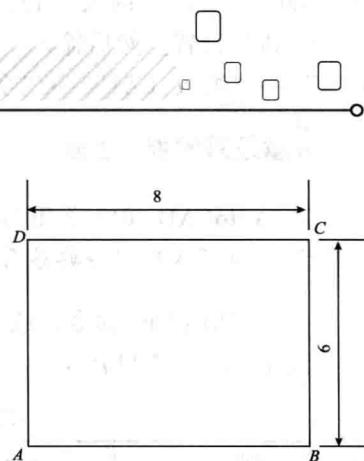

图 1-8 矩形
(1) 启动 Auto CAD 软件，设置模型空间界限为：长 12，宽 9。
(2) 用直线 (Line) 命令绘制如图 1-8 所示的图形 (不标尺寸)。
(3) 以“SX1-001.dwg”命名，存盘。
(4) 用“实时缩放”和“平移”模式，缩放和平移图形，观察结果后再退出。
(5) 关闭文件。